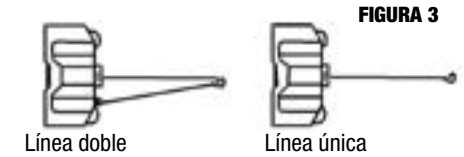

FIGURA 3
2. **NO EXCEDA LA CAPACIDAD CALIFICADA DEL CABRESTANTE. ¡NO LO SOBRECARGUE! ¡NO INTENTE REALIZAR IZAMIENTOS PROLONGADOS DE CARGAS PESADAS!** Las sobrecargas pueden dañar el cabrestante y/o el cable de acero y crear condiciones inseguras de operación. **PARA CARGAS MAYORES DEL 75% DE LA CAPACIDAD CALIFICADA DEL CABRESTANTE, RECOMENDAMOS EL USO DE UN BLOQUE DE POLEAS PARA PONER EL CABLE DE ACERO EN LÍNEA DOBLE (Figura 3).** Esto reduce la carga en el cabrestante, y la tensión en el cable de acero y el sistema eléctrico.